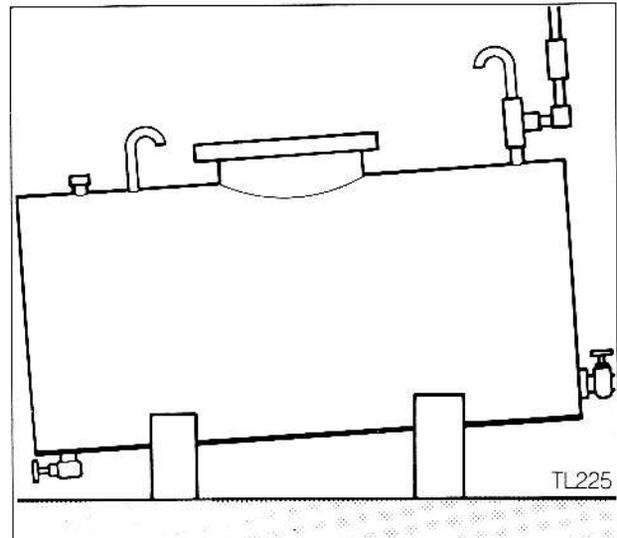

Fig 116
4. Fig. 116. La citerne doit être placée sous abri et sur un berceau de hauteur suffisante pour pouvoir remplir le réservoir du tracteur par gravité. Elle doit comporter un trou d'homme pour permettre de procéder au nettoyage.